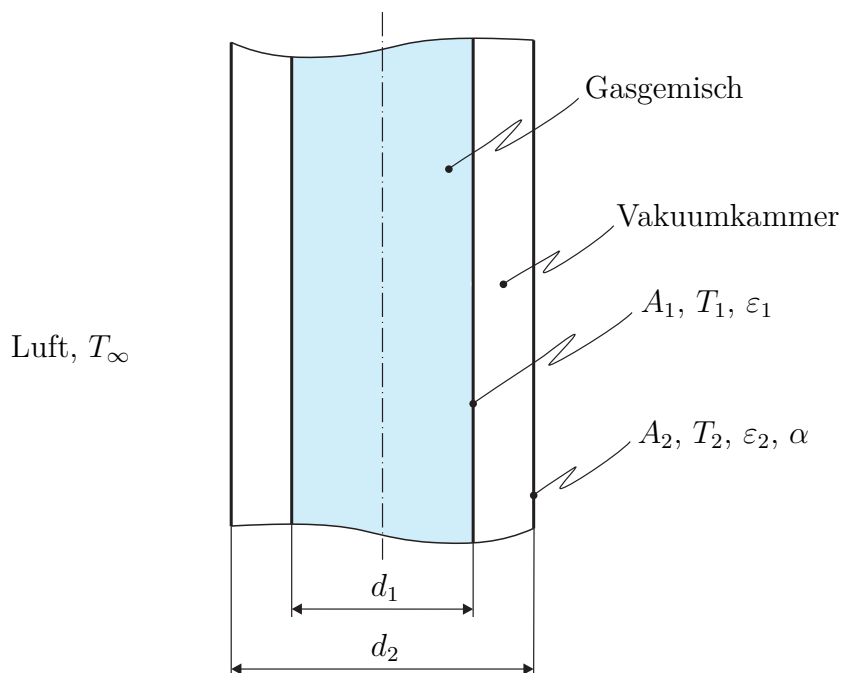

Abbildung 4: Zylinderförmiger Gasbehälter.
4. Abbildung 4 zeigt einen doppelwandigen zylinderförmigen Behälter. Dieser ist durch eine Vakuumschicht zwischen den zwei Wänden isoliert. Es soll die stationäre Wärmeübertragung untersucht werden. 8 P.
- c) Ermitteln Sie die Zusammenhänge der Nettowärmestromdichten an den Oberflächen  $A_1$  und  $A_2$  zufolge von thermischer Strahlung in der Vakuumschicht. Wählen Sie hierfür die Vektoren  $\dot{\mathbf{q}} = [\dot{q}_1 \quad \dot{q}_2]^T$ ,  $\mathbf{T}^4 = [T_1^4 \quad T_2^4]^T$  und  $\boldsymbol{\varepsilon} = [1 \quad \varepsilon_2]^T$ . Zeichnen Sie die Nettowärmestromdichten  $\dot{q}_1$  und  $\dot{q}_2$  an den Oberflächen  $A_1$  und  $A_2$  mit zwei Pfeilen in Abbildung 4 ein. 2 P.